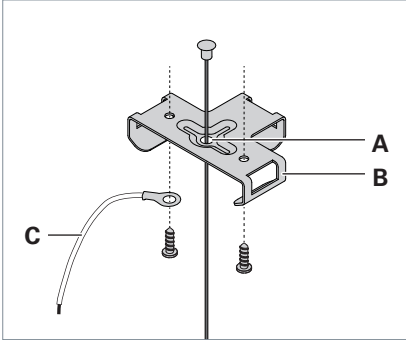

Fig. 6: Monter la tôle de support.
- ▶ Faites passer un câble métallique à travers l'évidement **A** de la tôle de support **B**, voir Fig. 6.